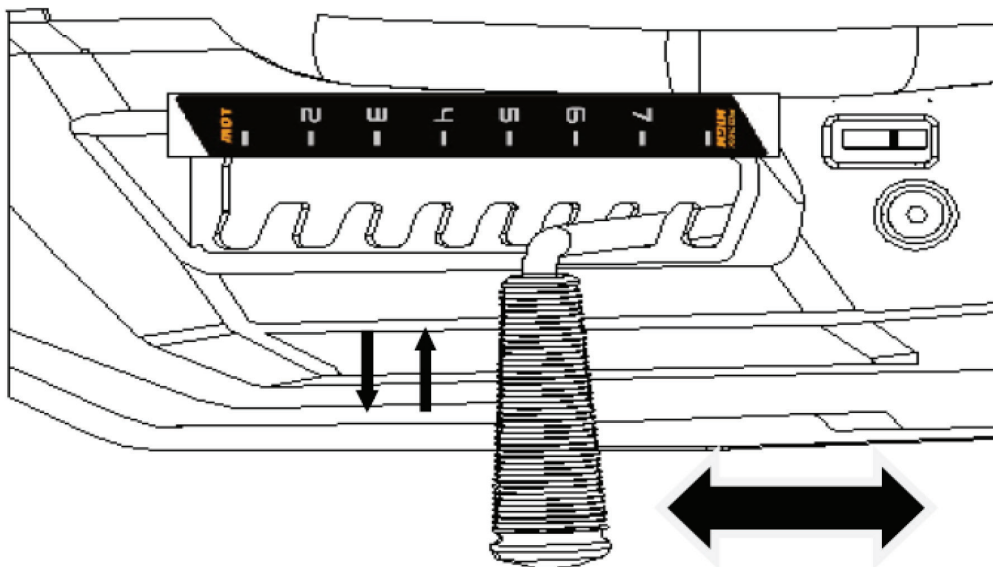

Рис. 14
3. Удерживая рычаг для подъёма ножей газонокосилки, сначала переведите его вправо, чтобы он вышел из паза. Затем переместите рычаг назад или вперёд, чтобы поднять или опустить режущую деку с ножом. Как только нож окажется на нужной высоте, сдвиньте рычаг влево, чтобы закрепить его в пазу (рис. 14).